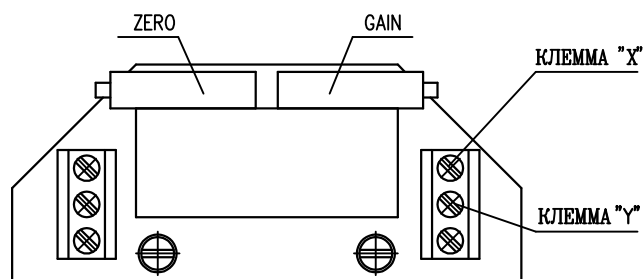

Рис.8
4.4.2 EPV - 3-проводниковое включение (рис.8)
- Установите датчик сопротивления на основании инструкции в предыдущей главе так, что величину сопротивления измеряйте на клеммах X-Y (рис.8). (*употреблен датчик с сопротивлением 2000W или 100W*)
- Поворачиванием устанавливающего триммера ZERO (рис.8) установите величину выходного сигнала тока, измеряемого на клеммах 81-82, на величину 0 мА или 4 мА.
- Поворачиванием устанавливающего триммера GAIN (рис.8) установите величину выходного сигнала тока, измеряемого на клеммах 81-82, на величину 20 мА или 5 мА.